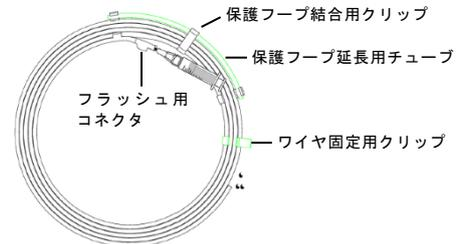

図 2 保護フープのフラッシュ
- 2) 5mL シリンジに生理食塩水を満たし、保護フープのフラッシュ用コネクタからコイル状に巻かれたチューブをフラッシュする(図 2)。